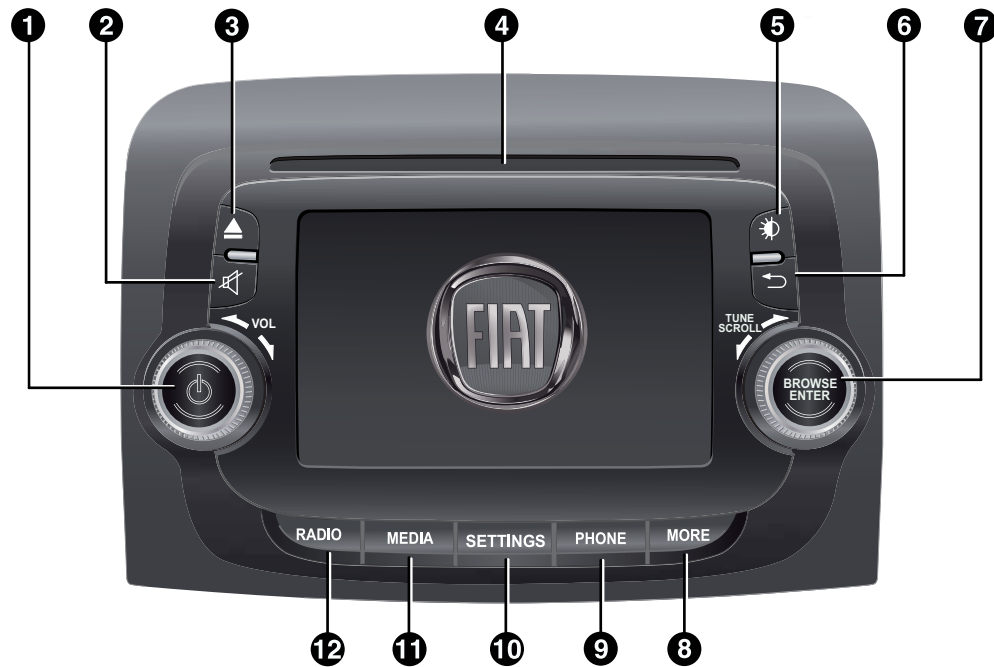

fig. 1
Pour allumer/éteindre le système, appuyer sur la touche/le sélecteur  (ON/OFF) (1-fig. 1).
Pour activer le mode Radio, appuyer sur la touche RADIO (12-fig. 1) sur la façade.
- rotation de la touche/sélecteur BROWSE ENTER (7-fig. 1) ;